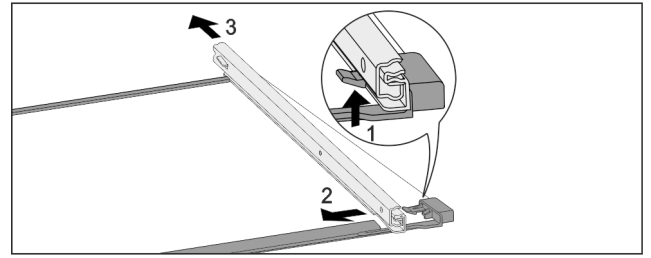

Fig. 180 Placa de vidrio con guías
- ▶ Presione hacia arriba el gancho de retención delantero. Fig. 180 (1)
- ▶ Retire la guía extraíble hacia un lado Fig. 180 (2) y hacia atrás Fig. 180 (3).